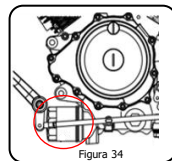

Figura 34
2. Retire o filtro de óleo (**figura 34**), utilizando uma ferramenta adequada e girando no sentido anti-horário;